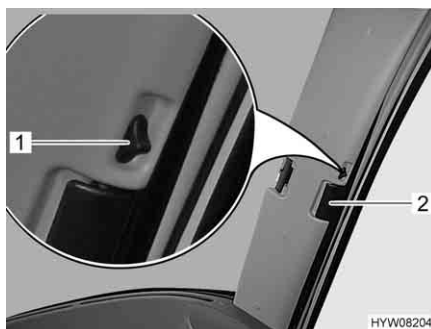

Fig. 53 Tendina oscurante pieghevole per il finestrino del conducente/passeggero
- Spingere il bottone di bloccaggio (Fig. 53,1) verso l'alto.
- Con la levetta (Fig. 53,2) tirare le tendine oscuranti pieghevoli per il finestrino del guidatore e del passeggero verso l'altro lato della finestra e congiungerle alle strisce magnetiche.
- Inserire fino all'arresto le tendine oscuranti pieghevoli per il finestrino del guidatore e del passeggero per la maniglia (Fig. 53,2).
- Spingere il bottone di bloccaggio (Fig. 53,1) in basso.